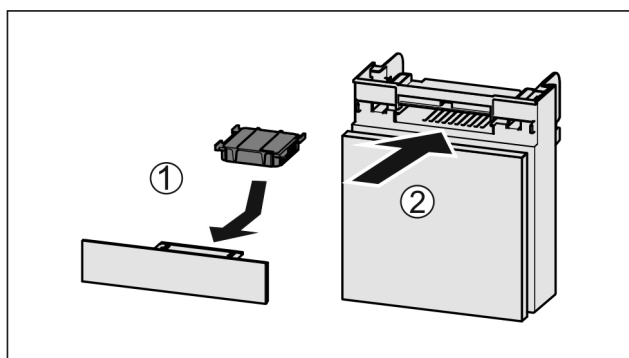

Fig. 146
- Filtr s aktivním uhlím vložte podle vyobrazení Fig. 146 (1).
- Zásuvku zasuňte Fig. 146 (2).